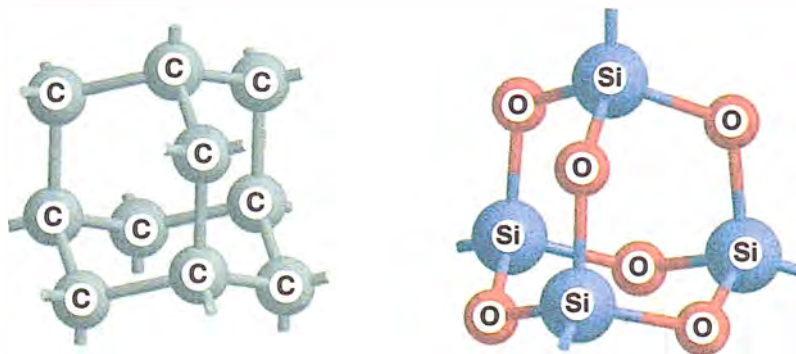

Рис. 18. Строение атомных кристаллов алмаза (слева) и кремния
Атомные кристаллы состоят из отдельных атомов, объединённых прочными ковалентными связями в бесконечный трёхмерный каркас. Благодаря этому вещества с атомной кристаллической решёткой обладают высокой механической прочностью, не имеют запаха и нерастворимы в воде. Примеры атомных кристаллов — хорошо известные вам алмаз и оксид кремния(IV) SiO_2 (песок, кварц) (рис. 18).